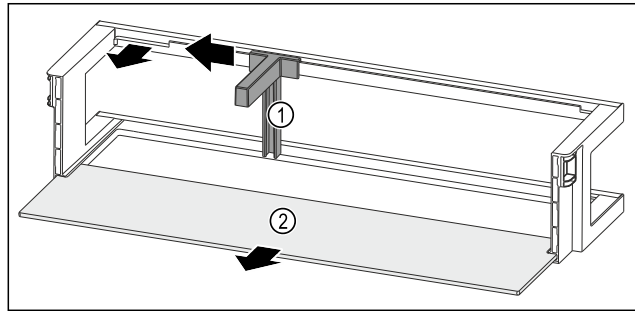

Fig. 82 Balconnet de contre-porte avec porte-bouteilles et tablette de rangement
- Pousser le porte-bouteilles Fig. 82 (1) sur le côté jusqu'à l'évidement.
- Retirer le porte-bouteilles Fig. 82 (1).
- Retirer la tablette de rangement Fig. 82 (2).